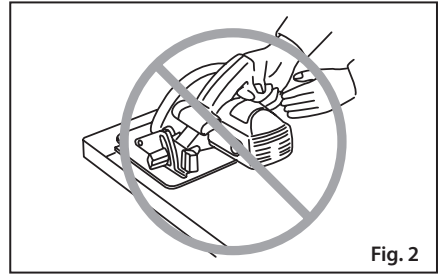

Fig. 2
13. Coloque sempre a ferramenta com as duas mãos, nunca coloque atrás da serra. Se ocorrer algum ricochete a serra pode facilmente saltar e causar ferimentos graves (fig.2).